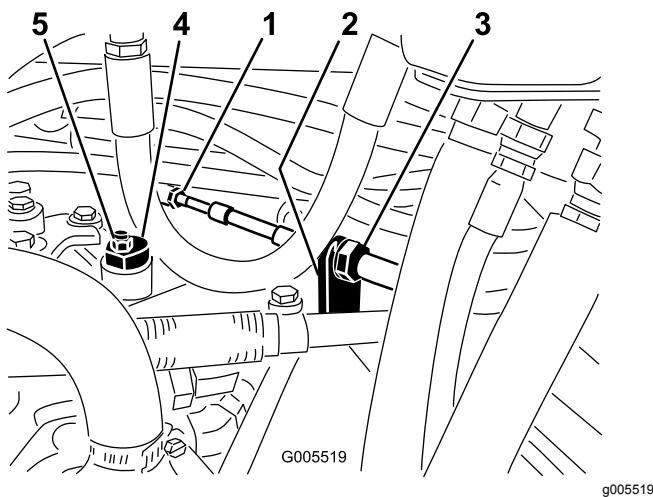

Figura 53
- A. Liberte as porcas de segurança que fixam o cabo de tração ao anteparo do hidróstato (Figura 53). Certifique-se de que as porcas se encontram soltas de forma idêntica, de modo a permitir a operação de ajuste.
**Nota:** Liberte a porca que fixa o disco excêntrico ao topo do hidróstato (Figura 53).
- C. Rode o disco excêntrico até eliminar a deslocação em qualquer um dos sentidos. Quando a roda deixar de rodar, aperte a porca, bloqueando deste modo o disco excêntrico e fixando a posição de ajuste (Figura 53). Verifique se o ajuste é o adequado colocando o regulador nas posições Lento e Rápido.
- D. Aperte uniformemente as porcas que se encontram em cada um dos lados do anteparo, fixando deste modo o cabo de tração ao anteparo (Figura 53). Não rode o cabo.